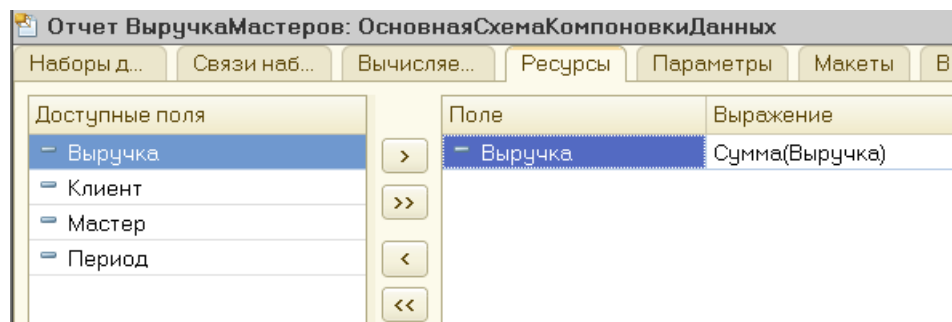

Рисунок 85 Вкладка **Ресурсы**
9. Укажите ресурс на вкладке **Ресурсы** (рис. 85):